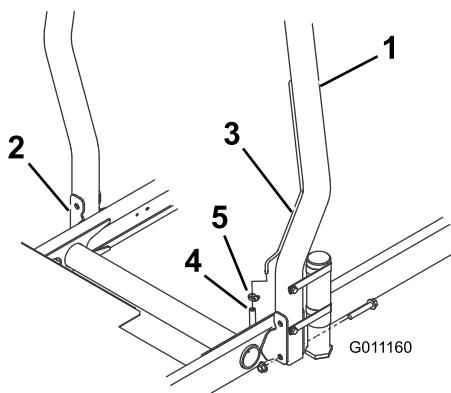

Figura 12
- Baje la barra anti-vuelco sobre los soportes de montaje de la unidad de tracción, alineando los taladros de montaje. Asegúrese de que el tubo de ventilación de la barra anti-vuelco está en el lado izquierdo de la máquina (Figura 12).
2. Fije cada lado de la barra anti-vuelco a los soportes de montaje con 2 pernos y contratuerca (Figura 12). Apriete los herrajes a 81 Nm.